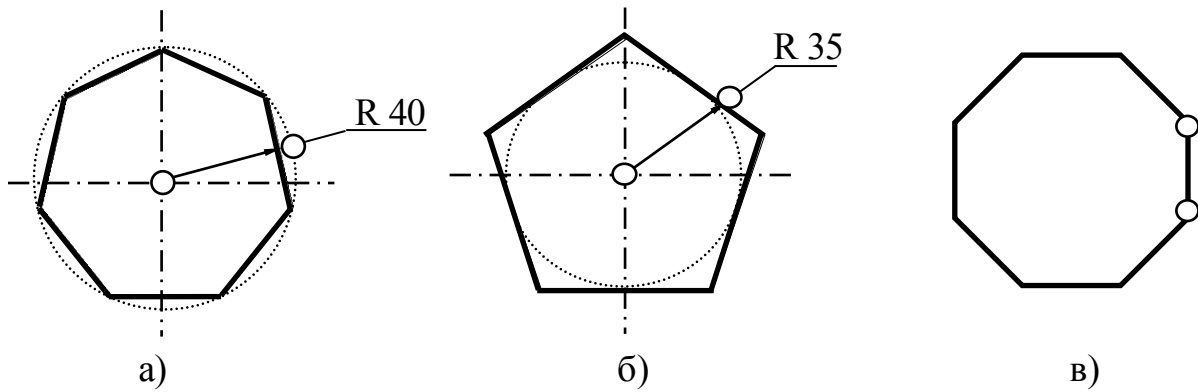

Рис. 22
Для вызова команды **POLYGON (МНОГОУГОЛЬНИК)** при построении многоугольника (рис. 22) необходимо либо щелкнуть левой кнопкой на названии в падающем меню **РИСОВАТЬ (ЧЕРЧЕНИЕ)**, либо на значке в панели инструментов **РИСОВАТЬ**.
- по центру и радиусу вписанной окружности (рис. 22, а);
- по центру и радиусу описанной окружности (рис. 22, б);
Строим вписанный семиугольник с радиусом 40 (рис. 22, а):